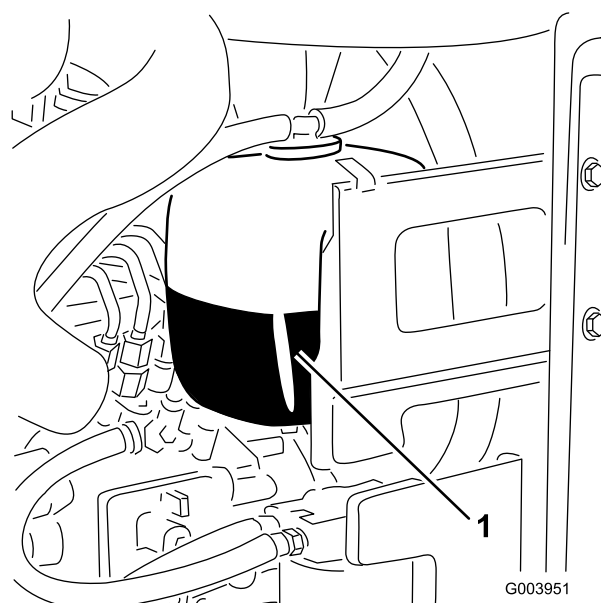

Figura 71
1. Controllate il livello di refrigerante nel serbatoio di espansione (Figura 71).